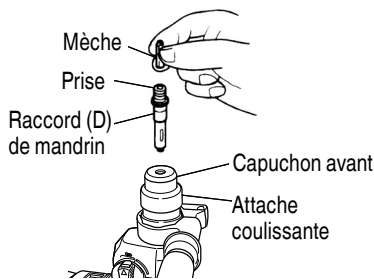

Fig. 22
4. Lors du vissage des vis machine (Fig. 22)
- Tout d'abord, insérer la pièce dans la prise à l'extrémité de l'adaptateur (D) de mandrin.
- Ensuite, monter l'adaptateur (D) de mandrin sur l'appareil principal en utilisant les procédures décrites en 3 (1), (2), (3). Mettre la pointe de la pièce dans les fentes de la tête de vis, maintenir l'appareil principal et visser.
5. Lors du vissage des vis à bois (Fig. 22)